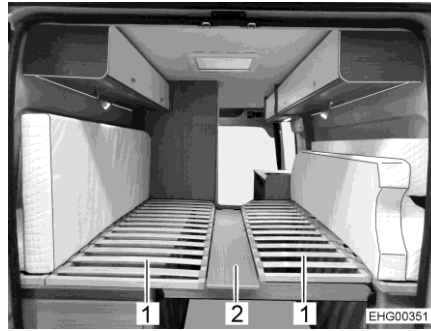

Bild 35 Mittelbrett
- Bettrost (Bild 35,1) auf beiden Seiten nach unten ablassen.
- Mittelbrett (Bild 35,2) einhängen.
- Mittelbrett (Bild 35,2) und Querstrebe (Bild 32,1) abnehmen und auf einer der Matratzen ablegen.